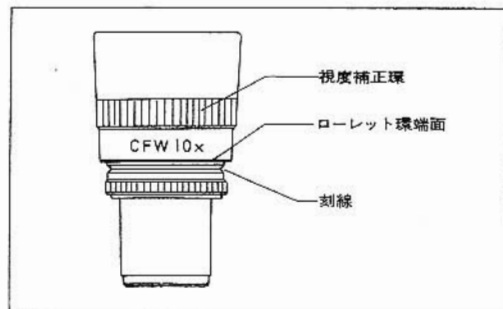

図12
- (1) 接眼レンズの視度補正環を回して、図12のように刻線とローレット環の端面を合わせます。